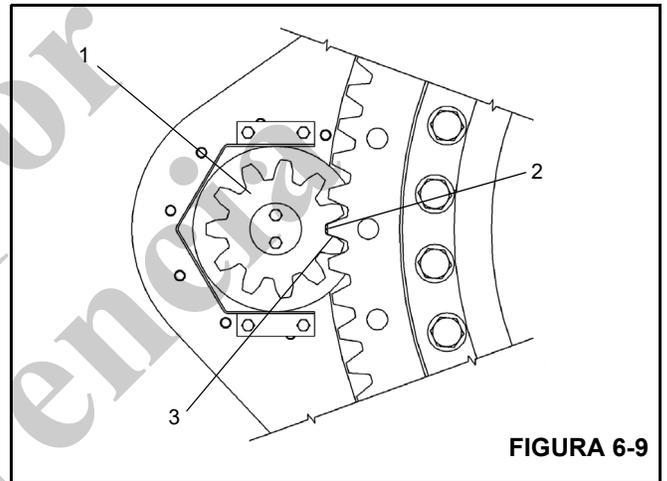

FIGURA 6-9
6. Instale el piñón del mando de giro de modo que su punto alto (excentricidad máxima) quede alineado con el punto alto del cojinete de la torreta. Compruebe el juego entre dientes con un suplemento (3, Figura 6-9) de 0.008 pulg (0.203 mm) de grosor. Si es necesario mover el piñón para obtener el juego entre dientes apropiado, consulte al concesionario local.